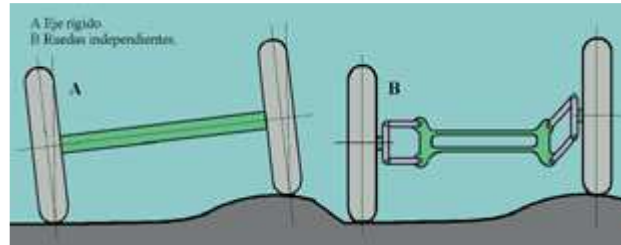

Fig. 9
• Diferencias entre la suspensión con ruedas independientes y por eje rígido (fig. 9)